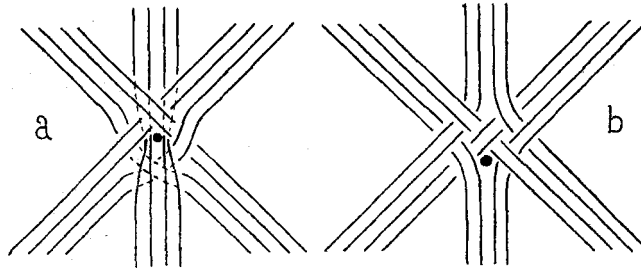

Fig. 21. — Deux manières d'exécuter le croisement de 3 tresses.
*Première manière* (fig. 21*a*). — On ne s'occupe pas de la tresse du milieu dont on laisse prendre les fuseaux. On exécute une demi-passée avec les tresses 1 et 3 et on place l'épingle au milieu de tous les fils, c'est-à-dire
*Troisième manière (fig. 21 b).* — Les 3 tresses étant conduites jusqu'à l'endroit du croisement, les six paires de fuseaux se trouvent les unes à côté des autres. On exécute alors : croiser la deuxième paire sur la troisième, et la quatrième sur la cinquième. Tourner la deuxième sur la première, la quatrième sur la troisième, la sixième sur la cinquième. Placer l'épingle au milieu de tous les fils. Croiser de nouveau la deuxième paire sur la troisième et la quatrième sur la cinquième. Continuer les 3 tresses.